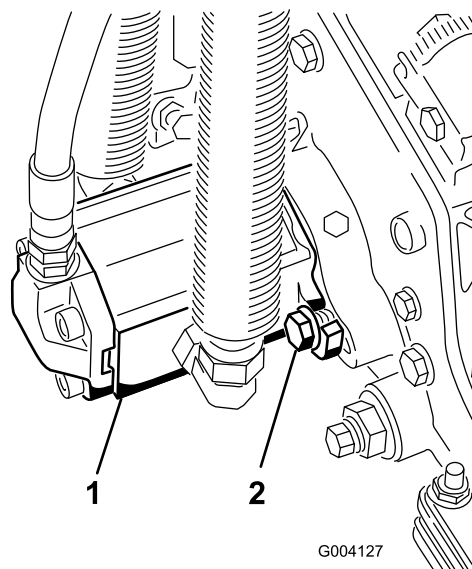

Figura 31
3. Montați motorul rotindu-l în sensul acelor de ceasornic, astfel încât flanele motorului să treacă de uruburi (Figura 31).